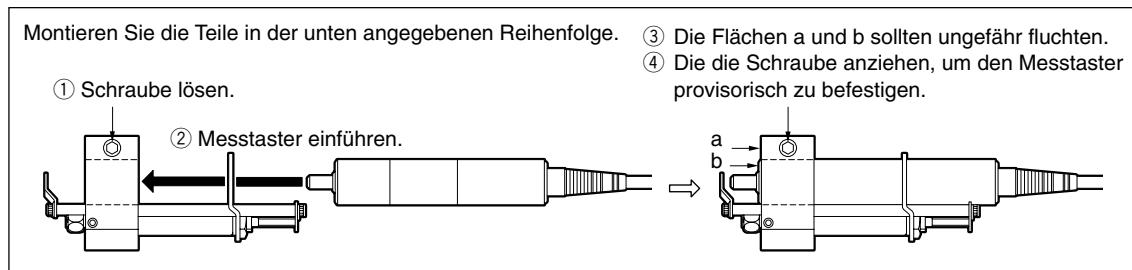

Abb. 4 Montageverfahren des Messtasters
2. Befestigen Sie den Messtaster provisorisch in der durch die Nummern angegebenen Reihenfolge. (Abb. 4)